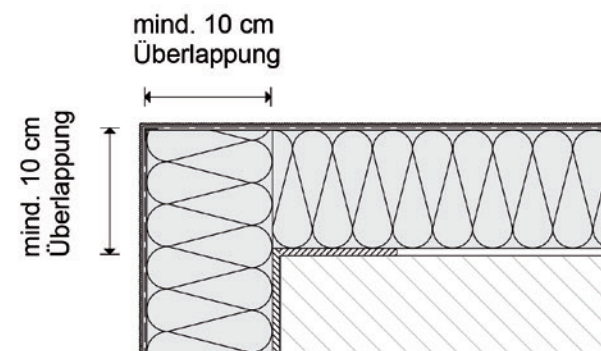

Abb. 32: Ausbildung Gebäudekante (Außenecke)
- Jegliche Überlappung von Textilglasgitter (z.B. **Baumit TextilglasGitter** zu **Baumit FensteranschlussProfil**/ **Baumit FensteranschlussProfil** zu **Baumit KantenSchutz**) muss zumindest 10 cm betragen, siehe beispielsweise Abbildung 32.